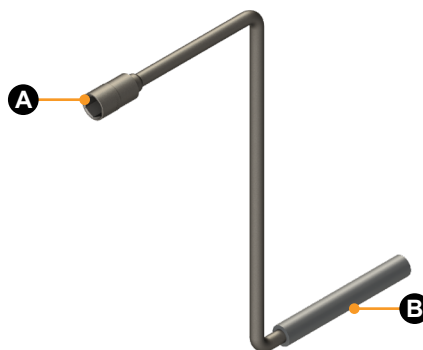

Fig. 9
I. Retirez la manivelle manuelle (Fig. 9).
D. Insérez la manivelle manuelle (Fig. 9) dans l'arbre d'entraînement manuel.
F. Retirez la manivelle manuelle (Fig. 9).